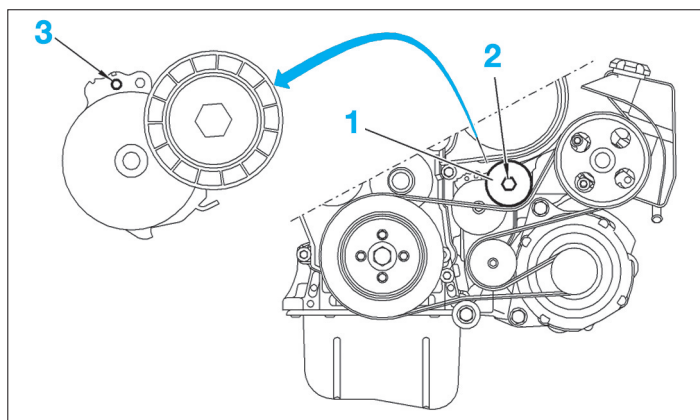

FIG. 10
- Comprimer le galet tendeur dynamique (1) en agissant en (2) (sens antihoraire) (Fig.10) à l'aide de l'outil [1].
- Comprimer le galet tendeur dynamique (1) en
agissant en (2) à l'aide de l'outil [1] (Fig.10).
- Déposer les outils [2] en (3) et l'outil [1].